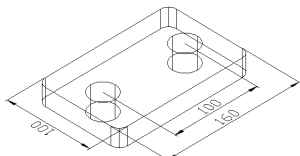

图 16-37 标注结果
- 03** 重复执行【线性标注】命令，配合端点和捕捉圆心功能，标注其他位置的尺寸，结果如图 16-37 所示。